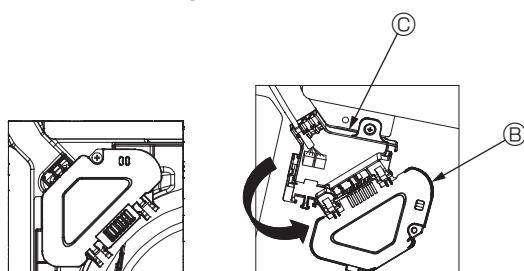

Fig. 7-7
- ③ Die Befestigungsschraube des Anschlusskastendeckels entfernen und den Deckel öffnen. (Fig. 7-7)
- ④ Den Verbindungskabelstecker in den Anschlusskasten einsetzen.
- ⑤ Die Kabelabdeckung und den Anschlusskastendeckel anbringen.